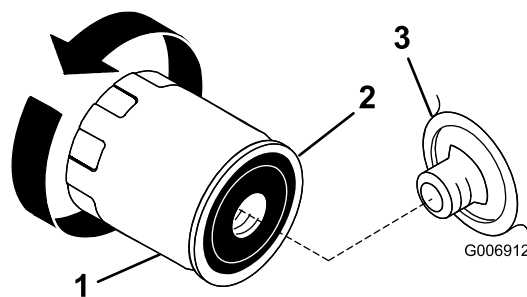

Figure 20
- Déposez le filtre à huile usagé et essuyez la surface du joint de l'adaptateur (Figure 20).
3. Appliquez une fine couche d'huile neuve sur le joint en caoutchouc du filtre de rechange (Figure 20).
5. Tournez le filtre à huile dans le sens horaire jusqu'à ce que le joint touche l'adaptateur, puis donnez 1/2 à 3/4 de tour supplémentaire (Figure 20).